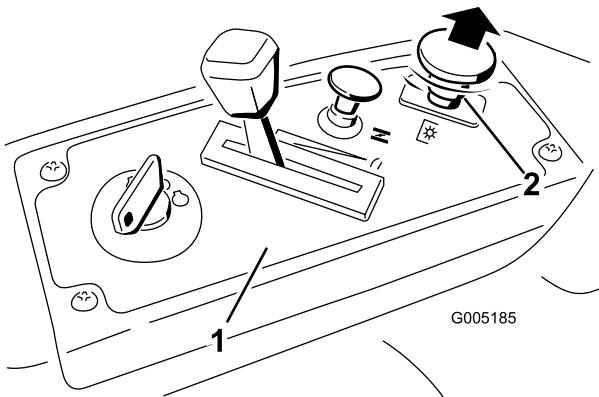

Figura 14
- Tire hacia arriba del mando de control de las cuchillas para desplazarlo a la posición de Engranado y engranar las cuchillas (Figura 14).